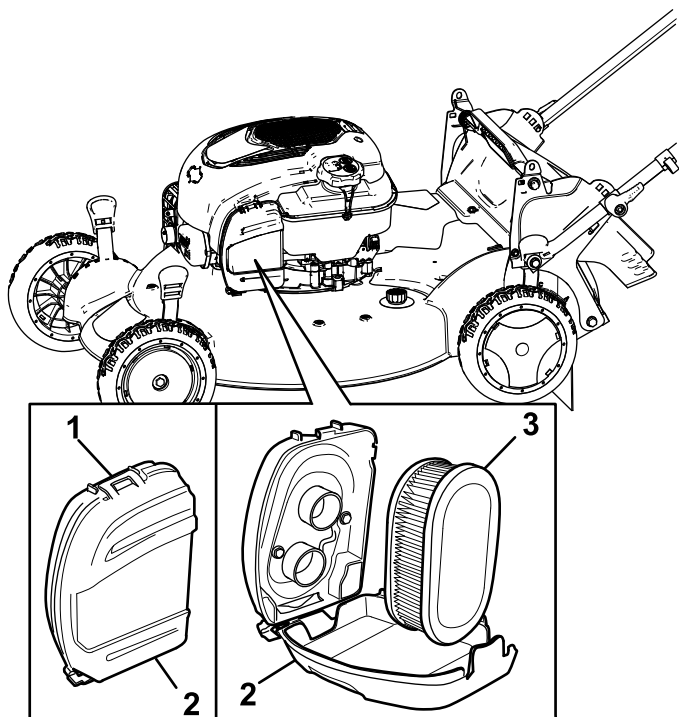

Figure 38
1. Déclipsez le haut du couvercle du filtre à air (Figure 38).
2. Déposez le filtre à air (Figure 38).